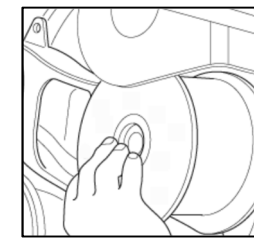

Fig. 21
7. Rimontare il braccio longitudinale sul supporto anteriore sospensione (Fig. 21) e inserire i nuovi bulloni perno.